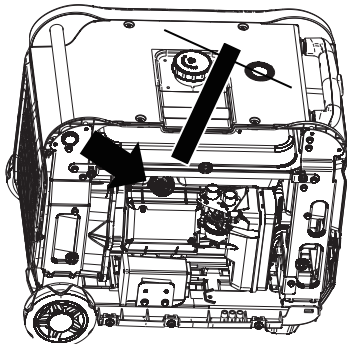

Figure 16: Dépose de la bougie d'allumage avec la clé à douille
6. A l'aide de la clé à douille pour bougie fournie, retirez la bougie de la culasse (voir Figure 16).